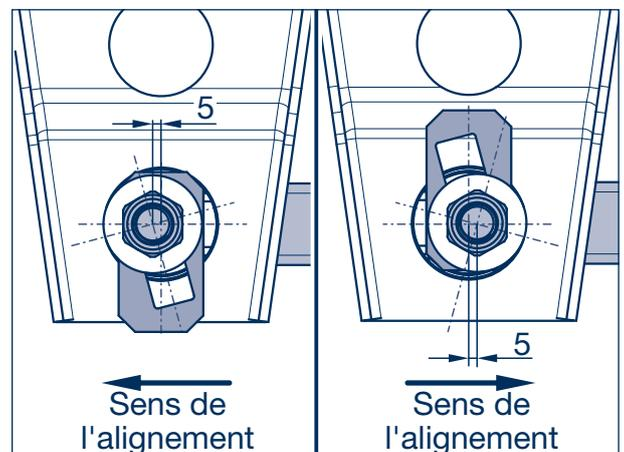

Figure 9
- [5] Pour corriger, détacher un peu les écrous de sûreté (1168, surplat 36) des barres de raccordement (1100) et repousser la rondelle à coulisse (1161) des deux côtés, suivant le sens de l'alignement, vers le haut ou vers le bas régulièrement avec de légers coups de marteau (Figure 9).